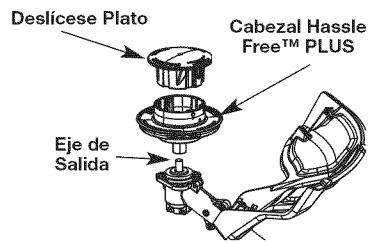

Fig. 20
- Utilizando una llave de 13 mm (1/2 pulg.), hágala girar en sentido de las agujas del reloj para sacar la extensión y el cabezal de corte del eje de salida de la caja de engranajes. (Fig. 20)